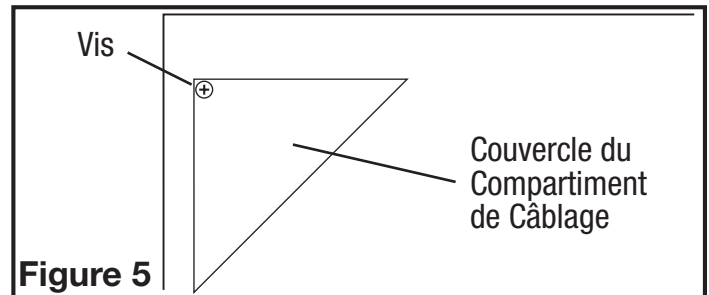

Figure 5
- 1a. Compartiment de Câblage Extérieur : Enlever le vis du couvercle du compartiment à câblage et mettre ce couvercle dans un endroit fiable (**Figure 5**).